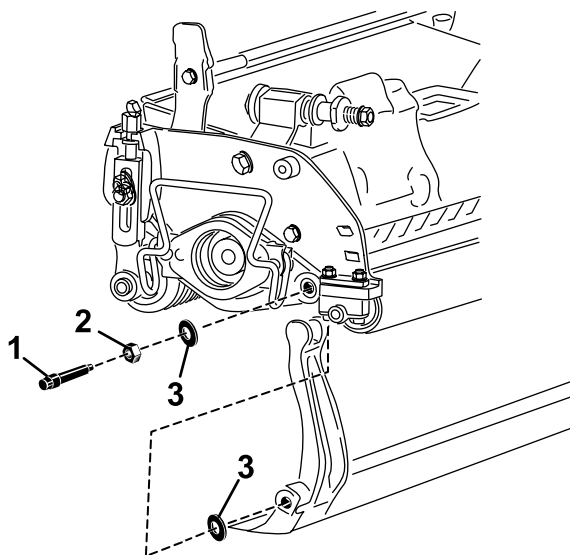

図 15
ベッドバーの両端にナイロンワッシャーを2個取り付ける 図 15。
3. サイドプレートのボスの両側にナイロンワッシャーを入れる。その外側からスチール製ワッシャーを取り付ける 図 15。